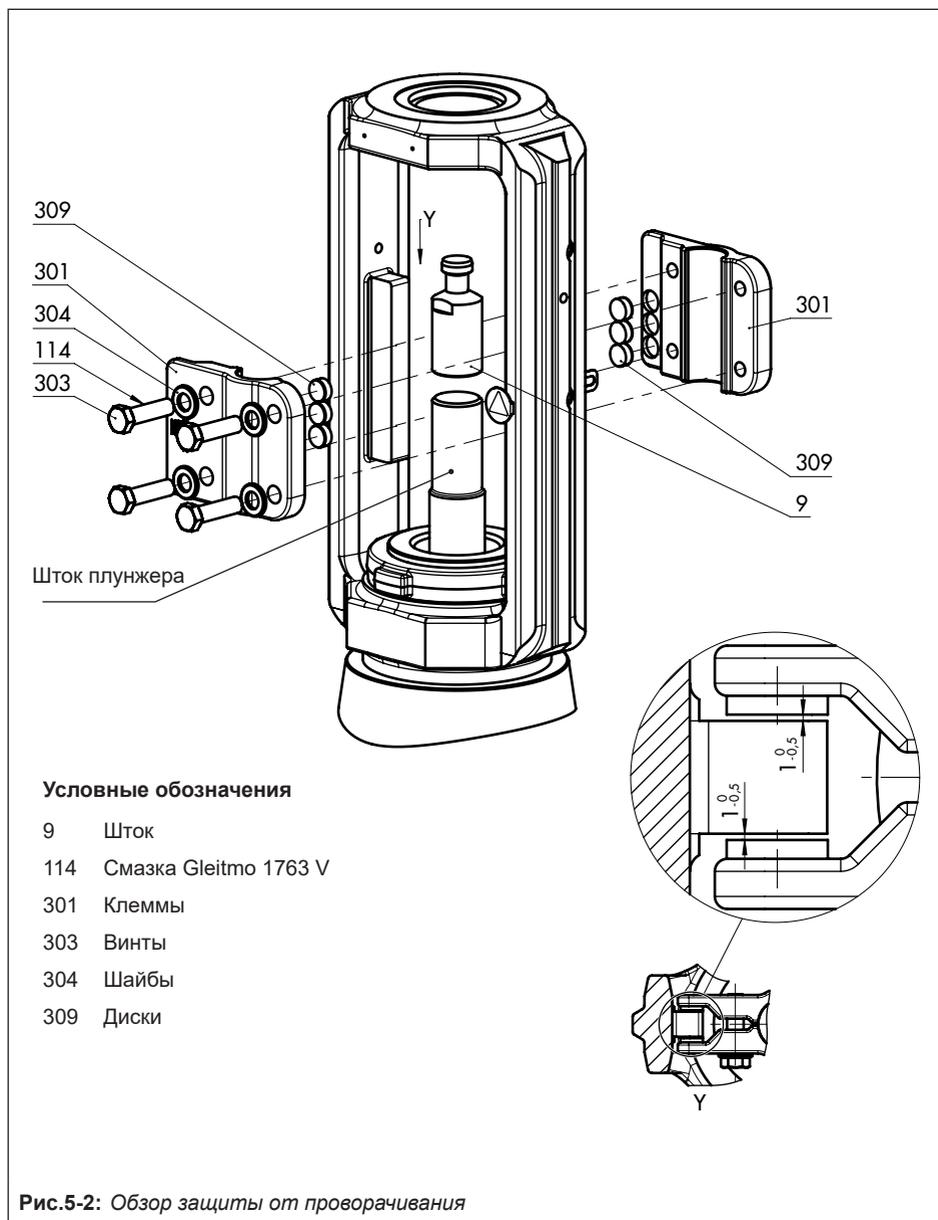

Рис.5-2: Обзор защиты от проворачивания
См. Рис.5-1 и Рис.5-2
- Между дисками и их опорной поверхностью на раме с каждой стороны имеется номинальный зазор от 0,5 до 1 мм (подробнее см. вид Y на Рис.5-2).